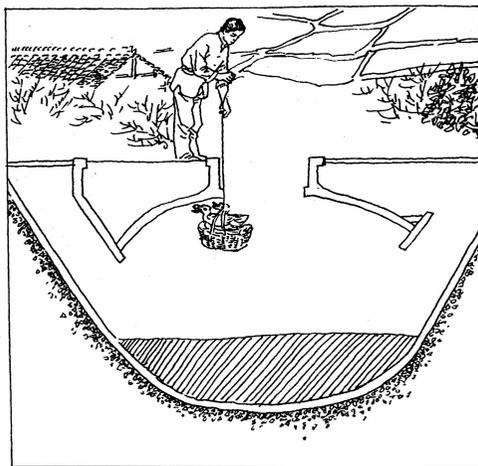

图8-2 用小动物试验沼气池安全示意图
(1) 工作人员进入沼气池前，必须做好以下工作：一是打开活动盖板和进出口盖板，通风换气2~3天，并向沼气池中鼓风，排出沼气池内残余的沼气。二是将鸡、鸭、兔等小动物绑好放入篮子中，用绳系入沼气池中试验一下（图8-2）。20分钟后，如果小动物没有不良反应，人员方可入池工作。如果小动物反应异常，则要继续通风换气，直到反应正常，人才可进入池内作业。但是，严禁用蜡烛等明火做试验。